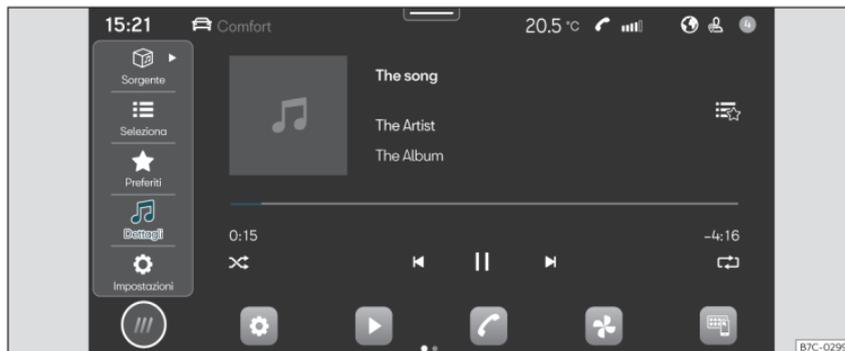

Fig. 133 Rappresentazione schematica: Vista multimediale
- Premere **HOME > >>> Fig. 133**.